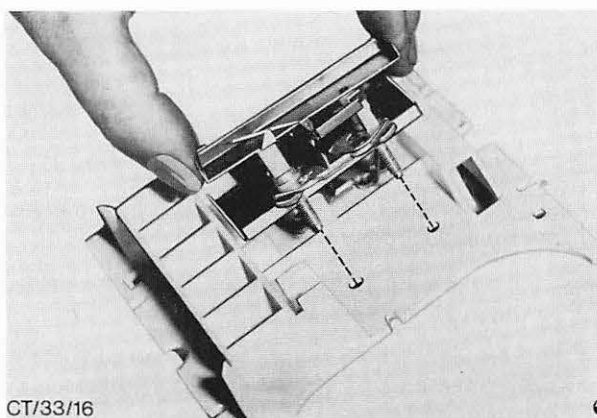

Abb. 30 Lage des Kraftstoff-Vorratsanzeigers bei „S“- und „Ghia“-Modellen
8. Kraftstoff-Vorratsanzeiger an der Halteplatte einsetzen und mit 2 Muttern und Scheiben befestigen, Abb. 30.